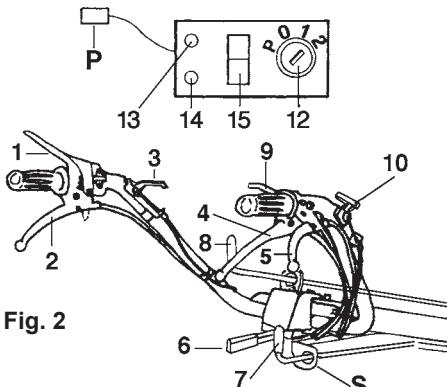

Fig. 2
COMANDI (Fig. 2)
- Per selezionare le velocità usare la leva 8 (Fig. 2).
La P. di P. indipendente è azionata tramite la leva 7 (Fig. 2).
(Fig. 2)
- 3) Togliere la stegola 7 (Fig. 2) dalla sede di
4) Tirare la leva 10 (Fig. 2) e ruotare il piancone in senso antiorario (sinistrorso), come indicato in Fig. 7/B.
- Portare l'asta comando marce (8) in posizione di folle e disinserire la presa di forza (7) (FIG. 2).
- Rilasciare la leva del MOTORSTOP (1). A questo punto il motore è spento. Completare le operazioni come riportato nell'allegato libretto Uso e Manutenzione del motore.
ARRESTO MOMENTANEO DEL MOTOCOLTIVATORE (Fig. 2)
FRENATURA MOTOCOLTIVATORE (Fig. 2)